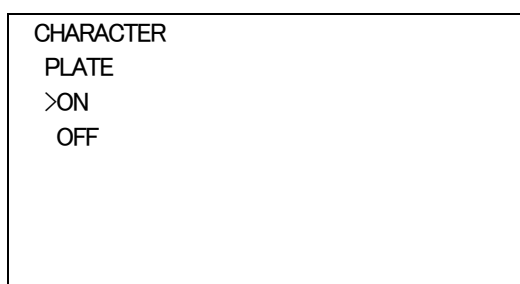

図4-14 オンスクリーンメニュー(PLATE例)
- 1)キャラクターメニューで「PLATE」を選択し、**ENTER**ボタンを押すと図4-14のような設定メニューが表示されます。